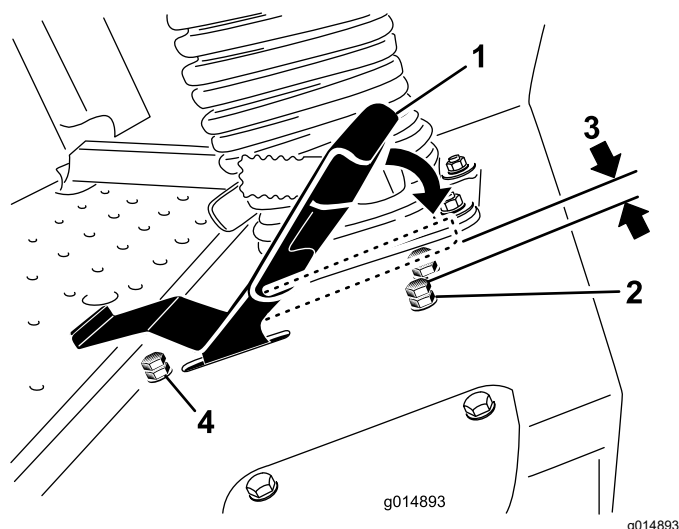

図 88
3. 走行ペダルのストップボルトについているジャムナットをゆるめる(図 88)。